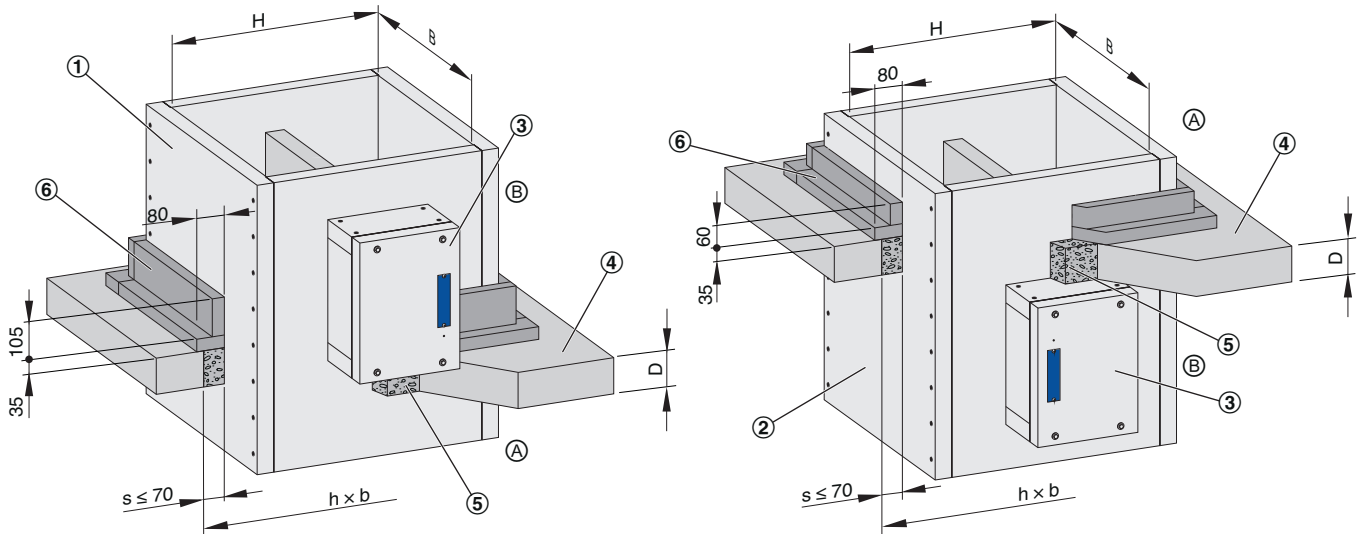

Abb. 7: Nasseinbau in Massivdecke
- Einbau stehend (Abb. 7/1) mit Gehäuselänge L = 600 mm oder 800 mm
- Einbau hängend (Abb. 7/2) mit Gehäuselänge L = 800 mm
1. ▶ Einbauöffnung fachgerecht herstellen, siehe Abb. 7.
4. ▶ Riegel an den Stosstellen (Abb. 7/6) untereinander und am Gehäuse verkleben (z. B. K84, Promat oder gleichwertig) und am Gehäuse der Entrauchungsklappe mit Schnellbauschrauben 4 × 70 mm verschrauben (mit Ø 3 mm vorbohren), Schraubabstand ≤ 150 mm.